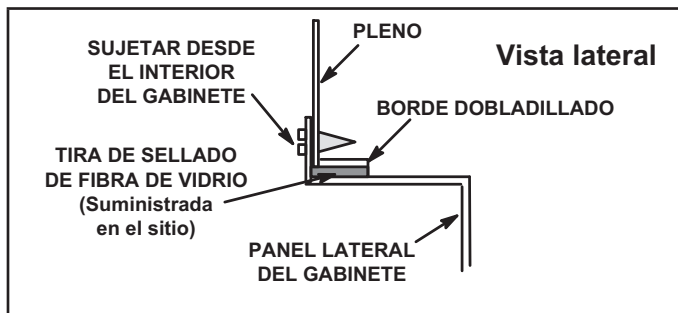

FIGURA 10
- 4 - En las instalaciones en un clóset, podría ser imposible instalar los tornillos para lámina de metal desde afuera. En ese caso, haga el pleno con un frente removible e instale los tornillos desde adentro (ver la Figura 10).